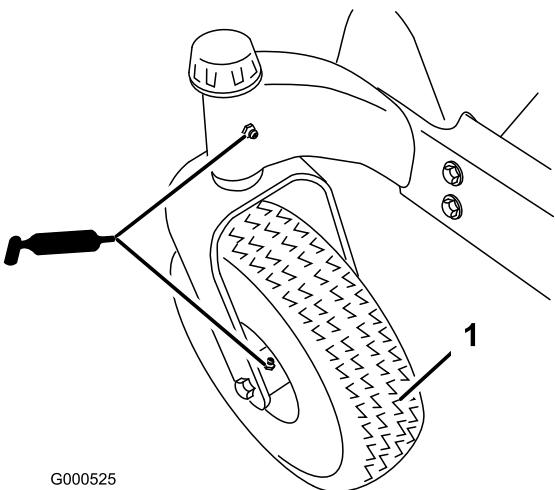
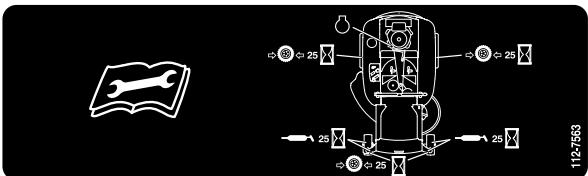

Figura 29
Figura 30
Lubrifique as articulações da roda dianteira e rodas (Figura 29).
3. Limpe os encaixes de lubrificação (Figura 29 e Figura 30) com um trapo. Certifique-se de que raspa qualquer tinta da frente do(s) encaixe(s).
4. Ligue uma pistola de lubrificação ao encaixe (Figura 29 e Figura 30). Coloque lubrificante nos encaixes até que comece a escorrer massa lubrificante dos rolamentos.